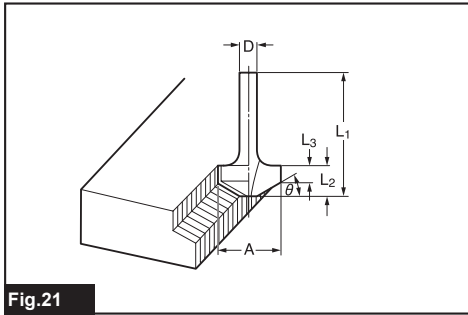

**Fig.8**
► **Fig.8:** 1. Piesă de prelucrat 2. Direcție de rotire a mașinii 3. Vedere de sus a mașinii 4. Direcție de alimentare